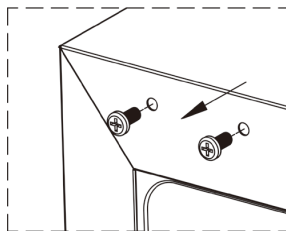

Fig.1
2. Retirez les vis des coins supérieur et inférieur gauche de l'appareil. (Fig. 1)